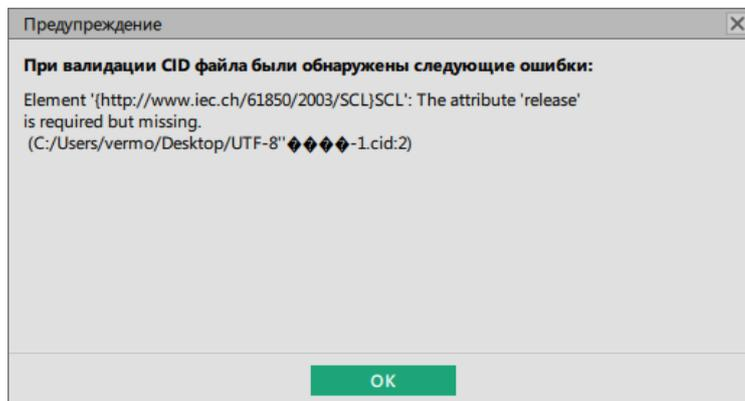

Рисунок 201 - Уведомление об ошибке
**Прим.:** Если в файле отсутствуют обязательные атрибуты, то программа отправит уведомление об ошибке. Нажмите **ОК**, чтобы продолжить загрузку файла (Рисунок 201).